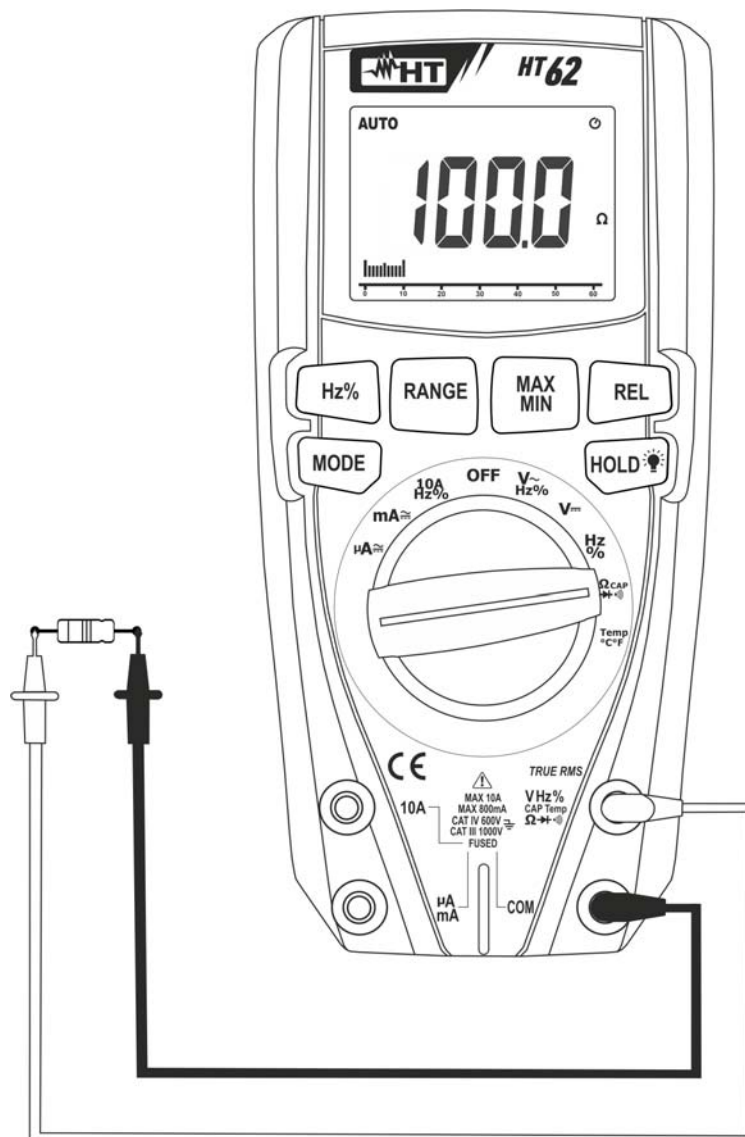

Fig. 5: Uso dello strumento per misura di Resistenza e Test Continuità
3. Posizionare i puntali nei punti desiderati del circuito in esame (vedere Fig. 5). Il valore della resistenza è visualizzato a display